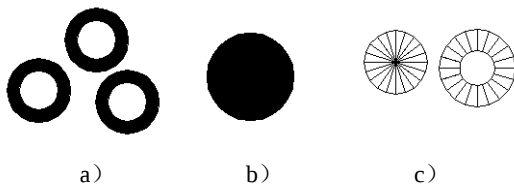

图 2-23 绘制圆环
(1) 若指定内径为零, 则画出实心填充圆, 如图2-23 b所示。
(2) 用命令FILL可以控制圆环是否填充, 具体方法是: